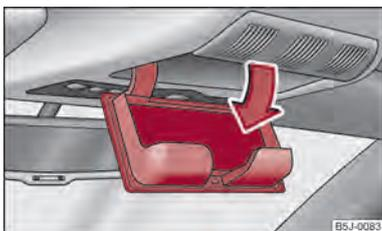

Abb. 70 Ausschnitt des Dachhimmels: Ablagefach für Brille
– Drücken Sie auf den Deckel des Ablagefachs, das Ablagefach klappt nach unten auf ⇒ Abb. 70.